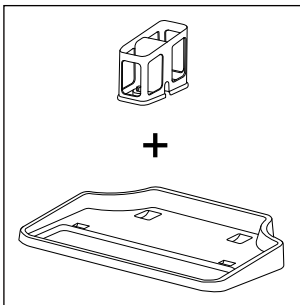
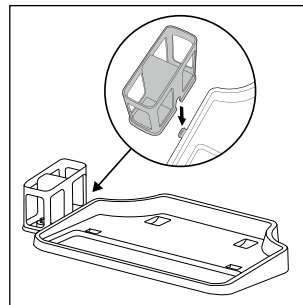

Abb. 4
Abb. 5
- ◆ Die Park- und Reinigungsstation besteht aus einer Abstellschale **4** und einem Bürstenrollenhalter **5** (siehe Abb. 4). Um die Park- und Reinigungsstation zu montieren, schieben Sie den Bürstenrollenhalter **5** seitlich in die Öffnung an der Abstellschale **4**. Schieben Sie den Bürstenrollenhalter **5** nach unten in die Öffnung, bis dieser fest an der Abstellschale **4** sitzt (siehe Abb. 5).